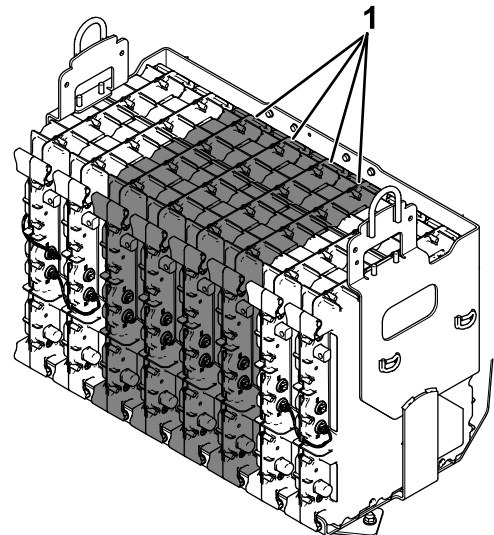

Bild 5
- Bild 5 zeigt vier eingesetzte Akkus (insgesamt 15):